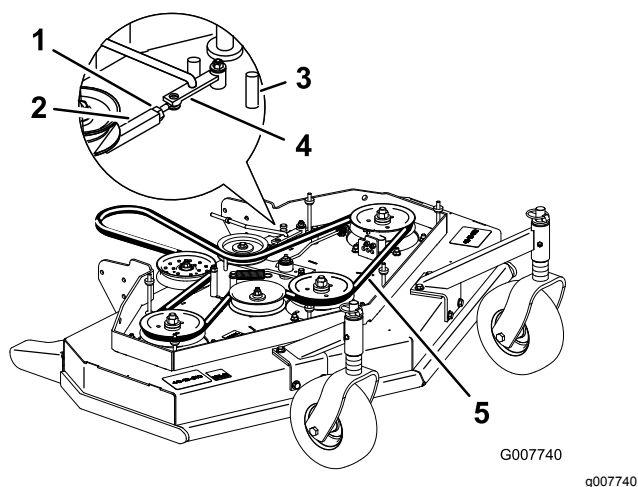

Figure 46
3. Desserrez le contre écrou sur le tendeur (Figure 46).
4. Tournez le tendeur vers l'arrière du plateau de coupe pour augmenter la tension sur la courroie. Tournez le tendeur vers l'avant du plateau de coupe pour réduire la tension sur la courroie (Figure 46).